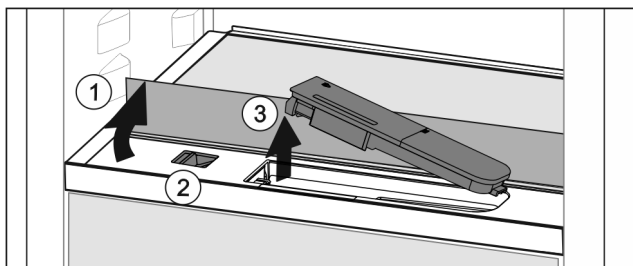

Fig. 127
- ▶ Løft glassplaten og vipp opp til anslag bakover Fig. 127 (1).
- ▶ Skyv skyveren Fig. 127 (2) til venstre.
- ▶ Ta ut vanntanken Fig. 127 (3).